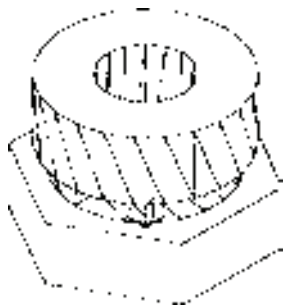

图 10-67 并集及差集处理
① 单击“实体编辑”工具栏中的“并集”按钮, 将六棱柱和两个大圆柱体进行并集处理。
② 单击“实体编辑”工具栏中的“差集”按钮, 将并集处理后的图形和小圆柱体进行差集处理。结果如图 10-67 所示。